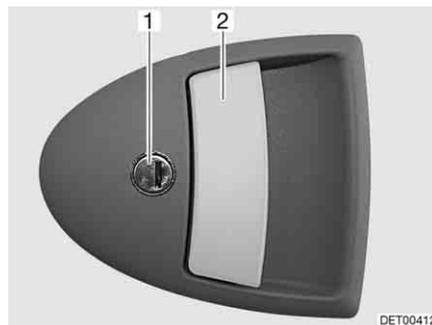

Fig. 44 Fechadura da porta de entrada, lado de fora
Abrir: ■ Meta a chave no canhão da fechadura (Fig. 44,1) e gire até a fechadura da porta estar destrancada.
■ Puxe o manípulo da porta (Fig. 44,2). A porta está aberta.
Trancar: ■ Meta a chave no canhão da fechadura (Fig. 44,1) e gire até a fechadura da porta estar trancada.